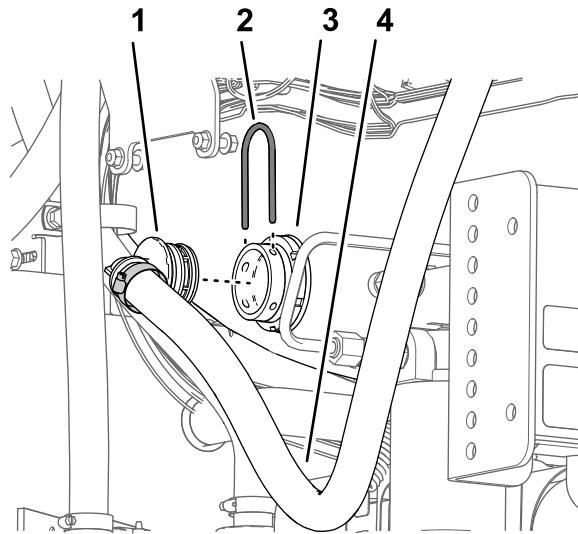

Figura 61
2. Retire o retenor grande que prende a união estriada de 90° na extremidade inferior do tubo de distribuição para a união do anteparo do depósito do pulverizador (Figura 61).